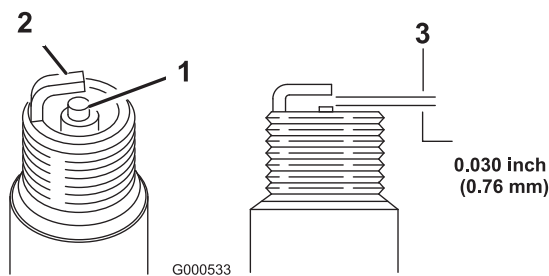

Figura 30
2. Scollegate il cappellotto dalla candela (Figura 30).
5. Impostate la distanza tra gli elettrodi della candela a 0,76 mm (Figura 30).